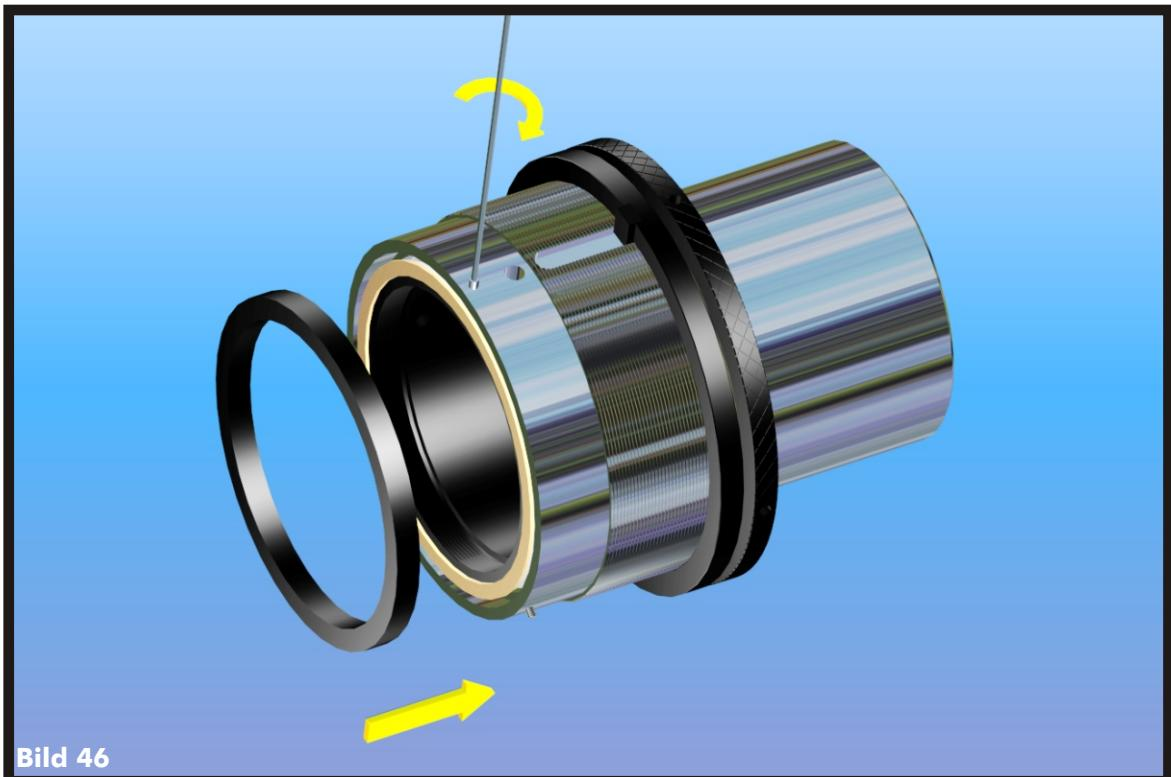

Bild 46
- > **Setzen Sie den Stützring in die Aufnahme ein, und sichern Sie ihn mit den Gewindestiften (Bild 46).**